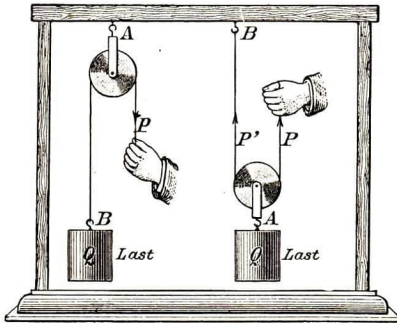

Abb. 73
a) Bei der **festen Rolle** (Abb. 73) ist die aufzuwendende Kraft  $P$  (abgesehen von der geringen Reibung der Rolle) genau gleich der Last  $Q$ , also: